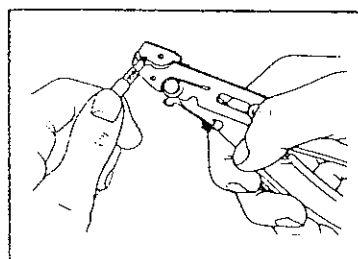

Figure 16
- E. Enlever le diélectrique sur la distance "A" avec des pinces à dénuder ordinaires (fig. 16).